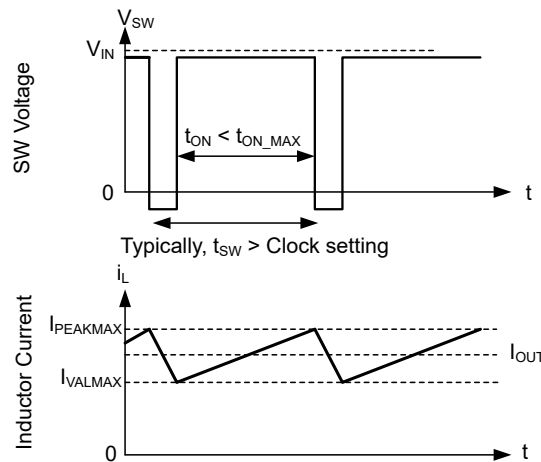

图 7-10. 电流限值波形
当低侧 (LS) 开关接通时，也会检测和监控流经该开关的电流。与高侧器件一样，低侧器件具有由内部误差放大器环路命令的关断功能。对于低侧器件，即使振荡器正常启动一个新的开关周期，也会在电流超过此值时阻止关断。与高侧器件一样，关断电流的高低也受到限制。该限值在图 7-10 中称为低侧电流限值 I_{VALMAX} 。如果超出低侧电流限值，低侧 MOSFET 将保持导通状态，高侧开关不会导通。一旦低侧电流降至此限值以下，低侧开关就会关断，并且只要自高侧器件上次导通后至少经过一个时钟周期，高侧开关就会再次导通。